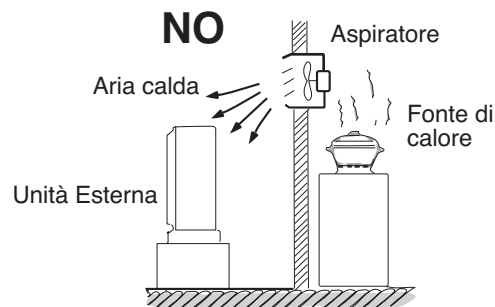

Fig. 5a
- La vicinanza a fonti di calore od aree interessate da espulsioni di aria calda. (Fig. 5a)